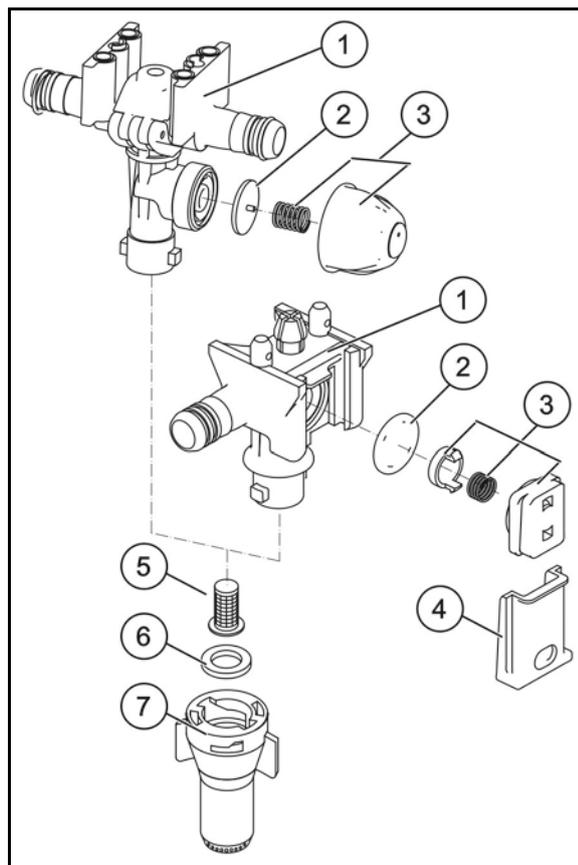

Fig. 196
2. Introduzca la herramienta auxiliar en las ranuras de la tapa y suelte los tornillos de la tapa (Fig. 196/3).
3. Examine la membrana (Fig. 196/4) y sustitúyala si estuviera dañada.